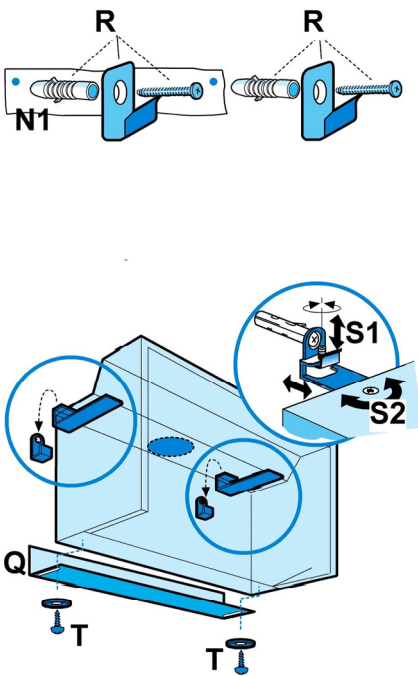

Fig. 7
Hinweis: die Position der Bügel kann während der Montage verändert werden, indem Sie die Schrauben, welche die Bügel an der Dunstabzugshaube befestigen, entweder lockern oder anziehen. (**Bild 7 - S1-S2**).
- c. Bohren Sie wie angegeben, befestigen Sie 2 Haken(*) **R** mit Schrauben und Dübeln in der Wand. **Bild 7**
- e. Hängen Sie die Dunstabzugshaube an den Haken (*) auf und regulieren Sie die Position der Dunstabzugshaube sowohl mithilfe der Schrauben ohne Kopf **S1** als auch mithilfe der Position der Bügel über die entsprechenden Schrauben **S2**. **Bild 7**